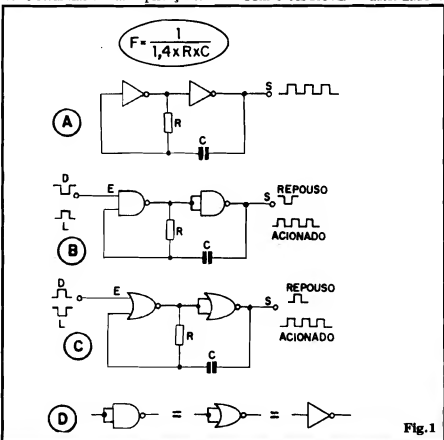

Fig. 1
- FIG. 1-A - Estrutura básica do ASTÁVEL baseado em dois simples inversores. O arranjo é do tipo free running ou seja: uma vez energizado, oscilará indefinidamente, na Frequência determinada por R-C, até que a alimentação seja desligada...
- FIG. 1-B - Estrutura do ASTÁVEL "gatilhado", com dois gates NAND ("não e" ou NE). Para que ocorra o funcionamento é necessário que a Entrada de Disparo "E" receba um nível digital "alto". Para desligar o ASTÁVEL, a Entrada "E" deve receber nível digital "baixo". Em repouso (circuito alimentado, mas ASTÁVEL "não autorizado") a Saída "S" mostrará nível digital "baixo". Com o ASTÁVEL "autorizado".
- FIG. 1-C - Outra estrutura muito conhecida, de ASTÁVEL "gatilhado", agora implementado com dois gates NOR ("não ou" ou NOU...). Para "ligar" o ASTÁVEL, precisamos aplicar à Entrada "E" um nível digital "baixo". Para inibir a oscilação, deve ser aplicado um nível digital "alto" à dita Entrada "E"... A condição de repouso (ASTÁVEL "desligado", mas circuito com a alimentação aplicada...) da Saída "S" mostra um nível "alto", enquanto que - autorizado - o ASTÁVEL apresentará na Saída "S" um "trem" de pulsos com Frequência dependente de R-C...
- FIG. 1-D - Notar que com dois gates NAND ou dois gates NOR também pode ser feito um ASTÁVEL do tipo free running, como o mostrado na fig. 1-A... Basta unir-se as Entradas individuais de cada gate, "transformando-os", eletricamente, em simples inversores...
Em qualquer dos arranjos mostrados na fig. 1, a Frequência de oscilação do clock (ASTÁVEL) é determinada pelos valores de R e C, conforme cálculos que mostraremos mais adiante...